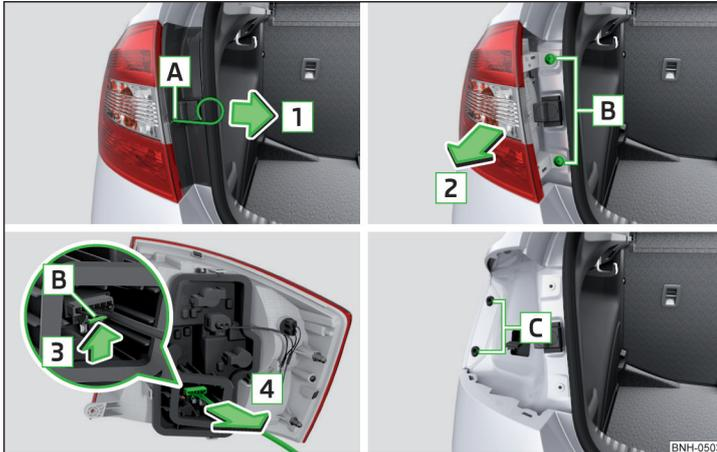
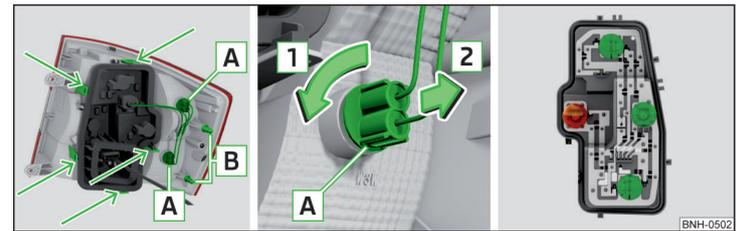

Abb. 195 Leuchte ausbauen / Stecker abziehen
Abb. 196 Äußerer Teil der Leuchte / Innerer Teil der Leuchte
- In die Öffnung **A** » Abb. 195 den Bügel zum Abziehen der Radvollblenden » Seite 168, *Bordwerkzeug* einführen.
- Die Leuchte mit den Zapfen **B** » Abb. 196 auf Seite 189 in die Aufnahmen **C** » Abb. 195 in der Karosserie einsetzen.
- Die Lampenfassung **A** » Abb. 196 in Pfeilrichtung **1** drehen und in Pfeilrichtung **2** aus dem Leuchtengehäuse herausnehmen.
- Den Lampenhalter in mit Pfeilen gekennzeichneten Bereichen entriegeln » Abb. 196 und den Lampenhalter aus der Leuchte herausnehmen.